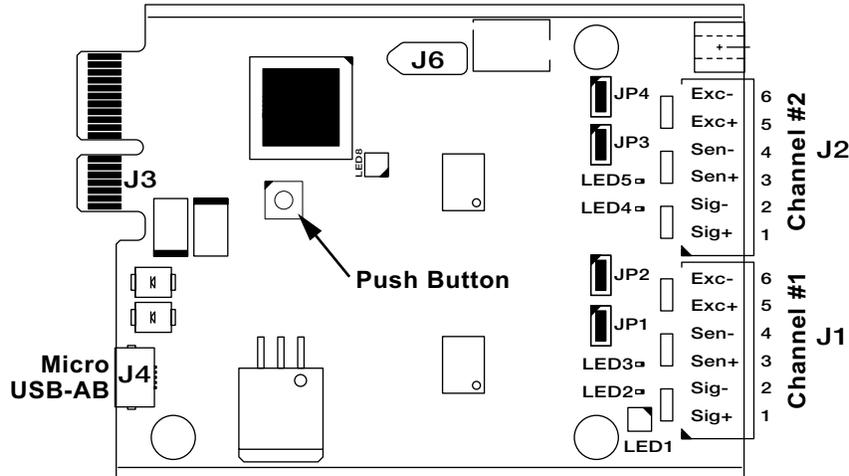

Abbildung 12-7. Einzel- oder Doppel-A/D-Waagenkarten der zweiten Generation
6. Halten Sie den Druckknopf auf der Karte gedrückt und stecken Sie den USB-Micro-Stecker in den Anschluss J4 (siehe Abbildung 12-7). Der PC erkennt ein entfernbares USB-Gerät mit der Bezeichnung *CRP DISABLD*.